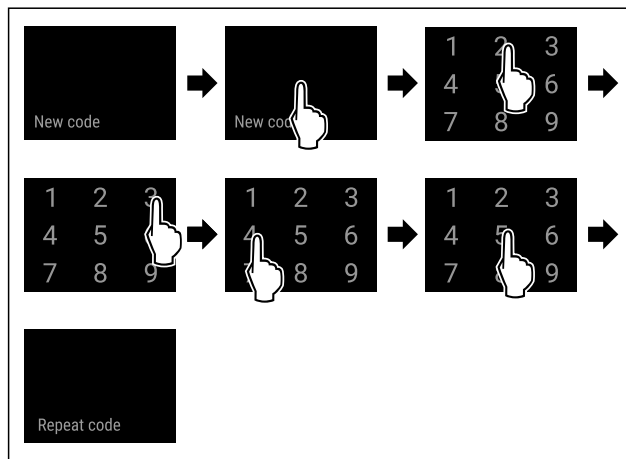

Fig. 95
- ▶ Stappen (zie Fig. 95) uitvoeren.